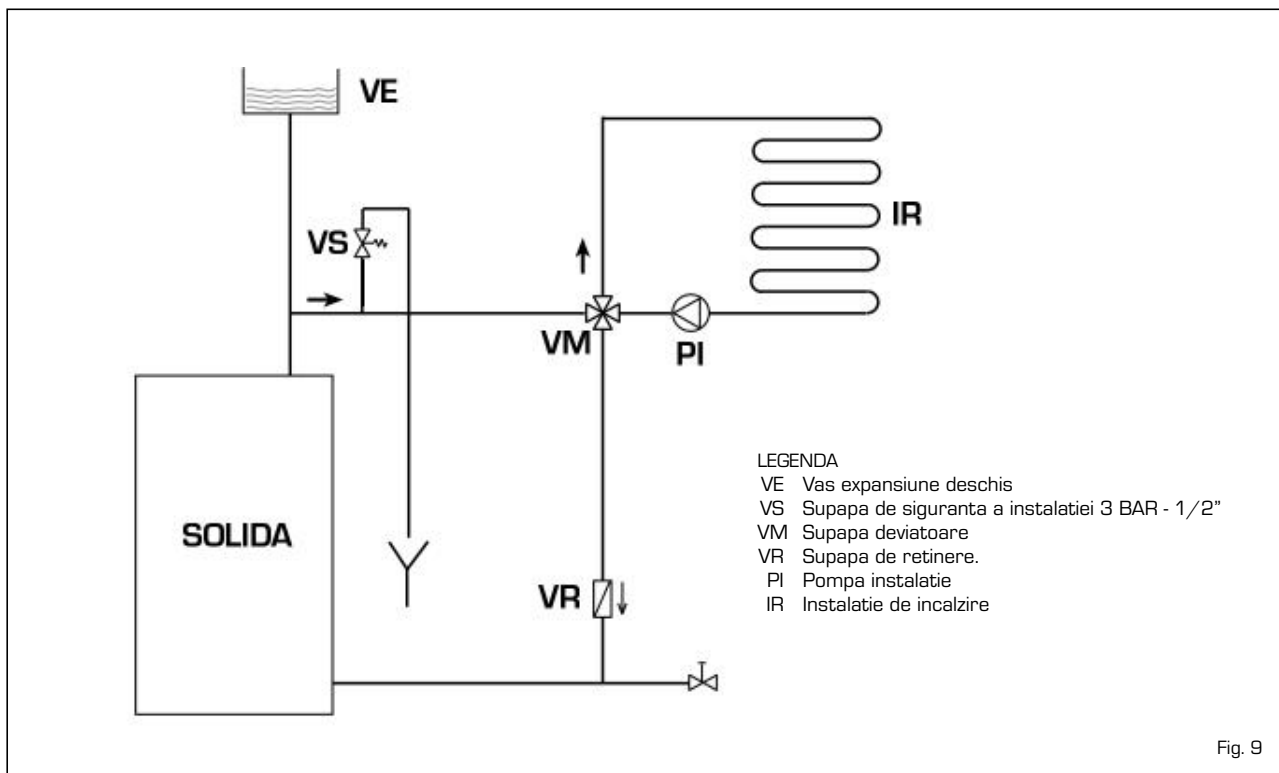

Fig. 9
4.8.1 Instalatia cu vas de expansiune deschis (fig. 9)
- Instalația la care este conectat cazanul este de preferat să fie prevăzută cu vas de expansiune de tip deschis (fig. 9).